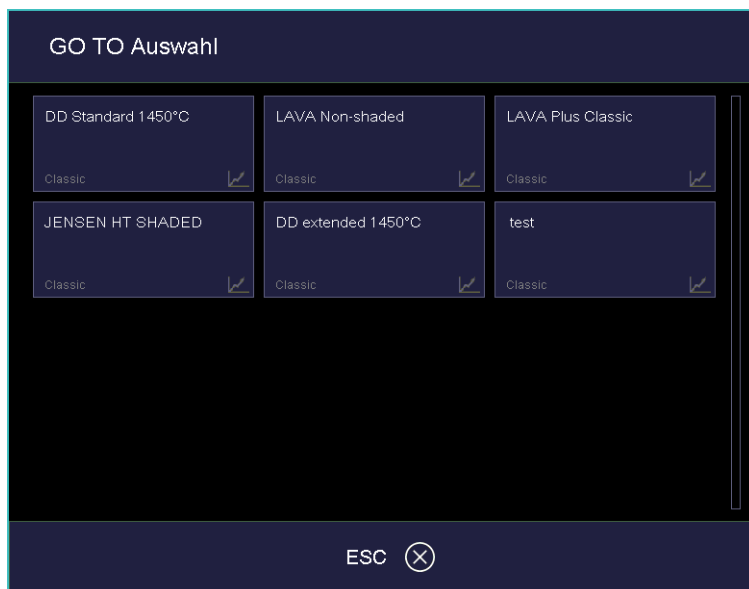

Fig. 5-8 Fenster "GOTO Auswahl" (Beispiel)
• [GO TO]	Öffnet das Fenster "GO TO Auswahl". Siehe Fig. 5-8. Sie können ein anderes Programm innerhalb des Sets auswählen.